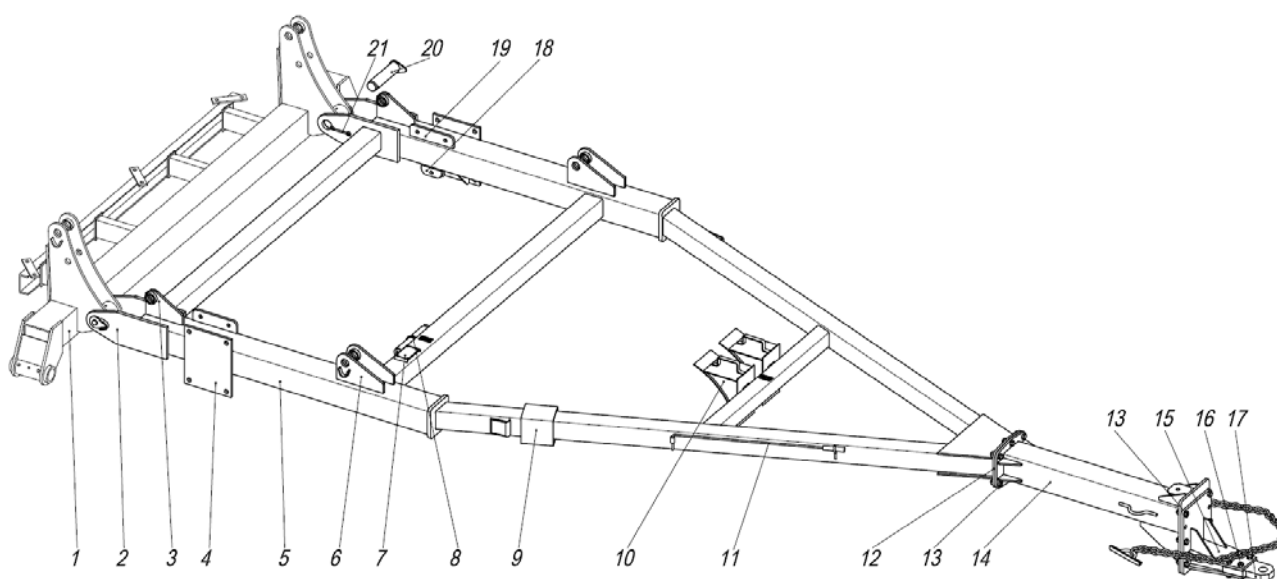

Рис.4 Сница в сборе СГВ 01.100
2.1.1 Сница в сборе СГВ 01.100 (рис.4) состоит из самой сницы 5, удлинителя 14 и кронштейна 15 с закрепленной на нем болтами 16 серьгой 17. Сница 5 представляет собой сварную рамную конструкцию из квадратных труб с фланцем 12 в передней части. Удлинитель 14 крепится к снице таким же фланцем с помощью болтов 13. Кронштейн 15 путем нескольких комбинаций возможной установки на фланце удлинителя с креплением болтами 13 обеспечивает требуемую высоту прицепной серьги по отношению к прицепному устройству трактора. Серьга 17 служит для шарнирного присоединения бороны к трактору. На раме сницы приварены щеки 2, фланцы 4, кронштейны 3, 6, 18 и 19. Щеки 2 служат для шарнирного соединения сницы с центральной балкой 1 через оси 20, а фланцы 4 - для установки колес.